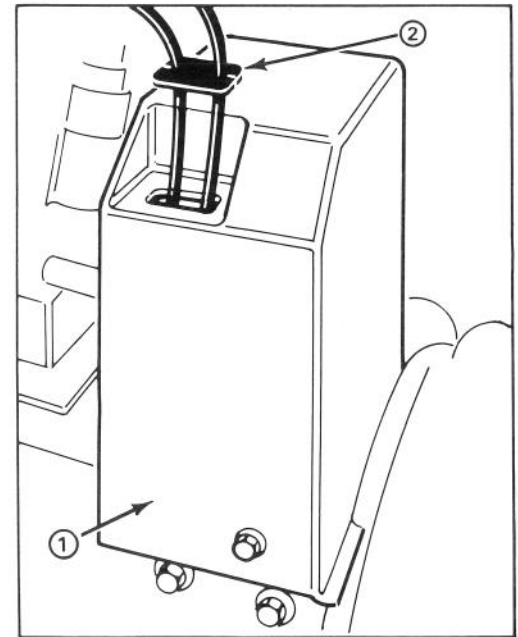

Abbildung 3
8. Obere Riemenabdeckung mit 3 Kopfschrauben an Motorrahmen befestigen (Abb. 3)